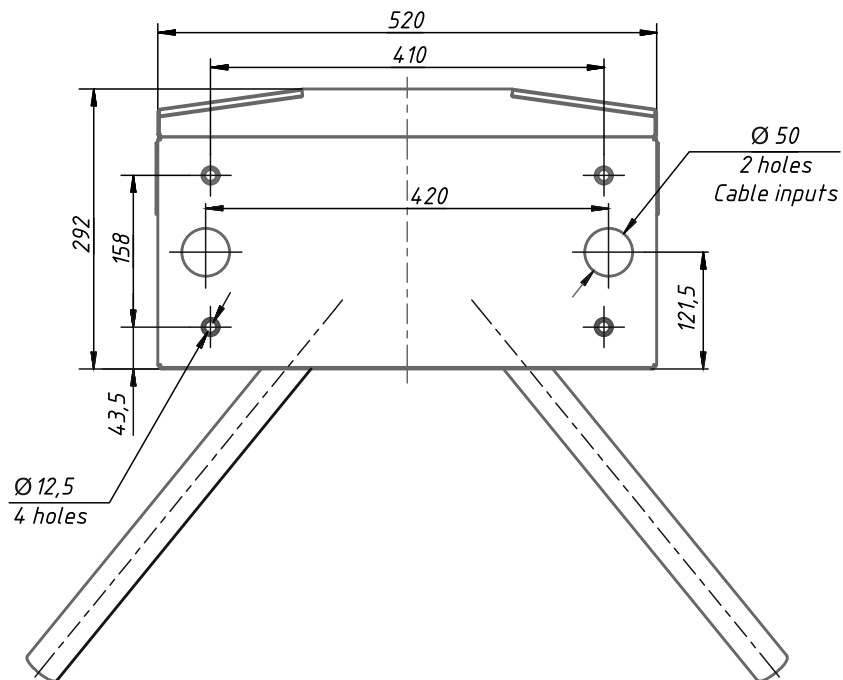

Рис. 13 – Разметка для монтажа турникета типа «трипод»
- 6) При необходимости прокладки кабелей под поверхностью пола подготовьте в полу кабельный канал к зоне ввода кабелей в стойку турникета. Расположение зоны ввода кабелей указано на схеме *рис.13*.